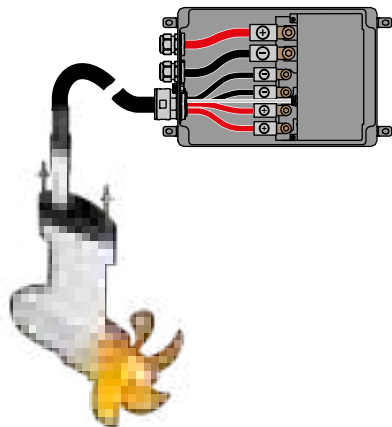

Fig. 11: Cableado del cuadro electrónico
1. Suelte los tornillos (1) del cuadro electrónico para abrirlos.
4. Conecte los cables de potencia a los polos correspondientes (rojo=+, negro=-; 10 Nm); consulte "**Fig. 11: Cableado del cuadro electrónico**".
5. Conecte el cable del motor a la conexión de control del motor (6).